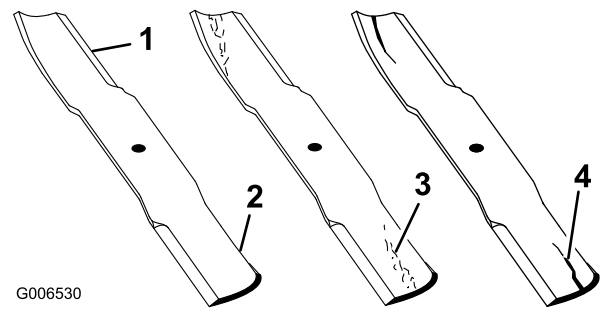

Figure 85
1. Examinez le tranchant des lames (Figure 85).
2. Inspectez les lames, surtout la partie relevée (Figure 85). Remplacez immédiatement toute lame endommagée, usée ou qui présente une entaille (Figure 85).